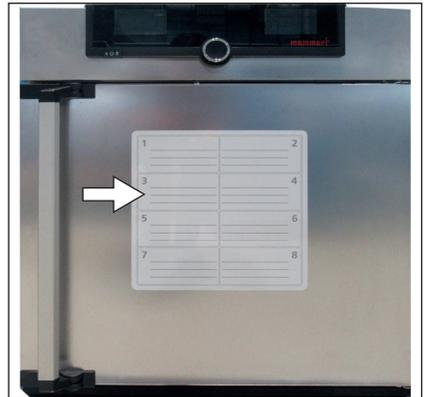

Abb. 12 Magnetfolie
6. Magnetfolie an der Tür anbringen (Abb. 12).